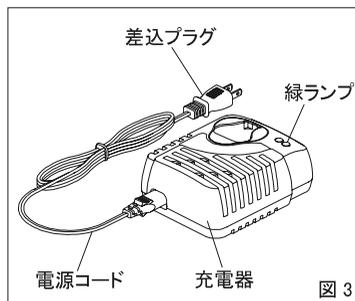

図 3
- ② 電源コードと充電器を接続してから電源コードの差込プラグを電源に差し込んでください。緑ランプがゆっくり点滅していることを確認してください。緑ランプの点滅は充電可能な状態を表します(図3)。